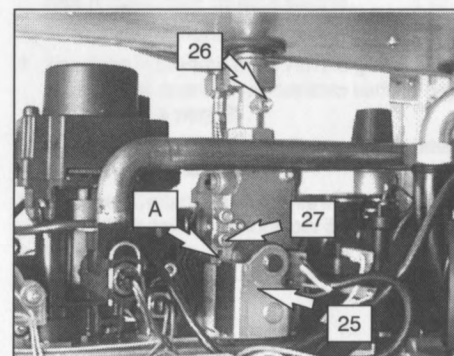

fig. 7.4
Dopo ogni misurazione delle pressioni gas, **richiudere bene** le prese di pressione utilizzate (27 e 26 in fig. 7.4). Dopo ogni operazione di regolazione gas **gli organi di regolazione della valvola devono essere sigillati**.
- 2 A caldaia spenta (fuori servizio), controllare la pressione di alimentazione utilizzando la presa 27 in fig. 7.4 e confrontare il valore letto con quelli riportati nella tabella **Pressioni di alimentazione gas** a pag. 10
- 4 Aprire la presa di pressione 26 in fig. 7.4 e collegare un manometro.
- 10 Confrontare il valore di pressione misurato con quello indicato in tab. 7.1. Per tarare la pressione minima al bruciatore agire sulla vite A (fig. 7.4).
12 **Chiudere la presa di pressione** 26 in fig. 7.4 Durante le operazioni di verifica delle pressioni massima e minima al bruciatore, controllare la portata gas al contatore e confrontare il suo valore con i dati di portata gas a pag. 10